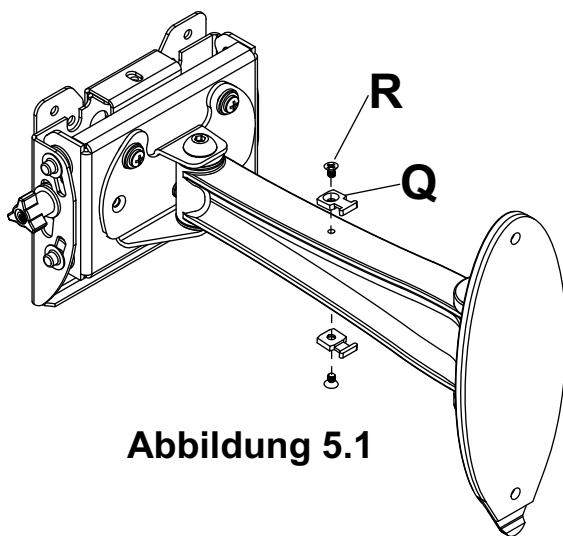

Abbildung 5.1
- 5-1** Befestigen Sie den Kabelbinderanker (**Q**) wie in Abbildung 5.1 dargestellt mithilfe der 8/32 x 1/4 Zoll Kreuzschlitzschraube (**R**) an der Ober- oder Unterseite des Wandarms (**A**).